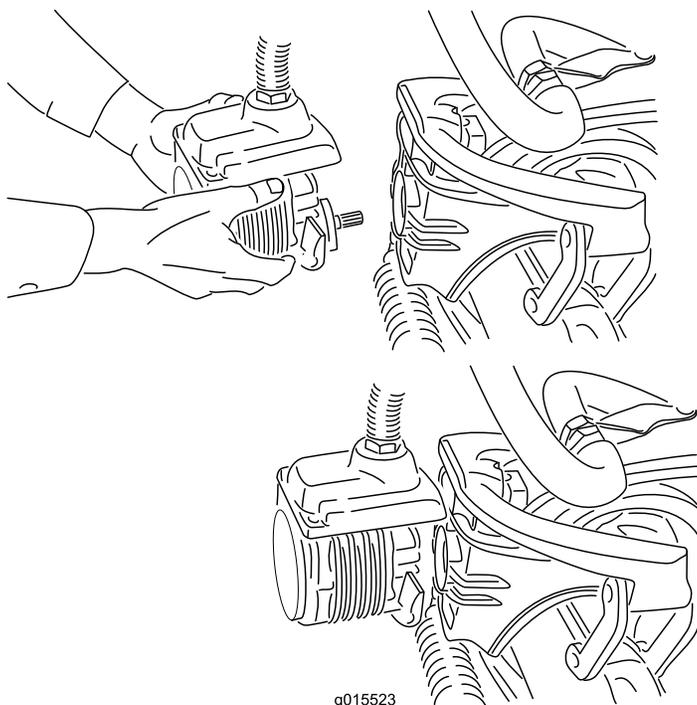

図 39
4. 外したモータは、サスペンション・アームの前部にある一時保管位置にセットしておく (図 39)。